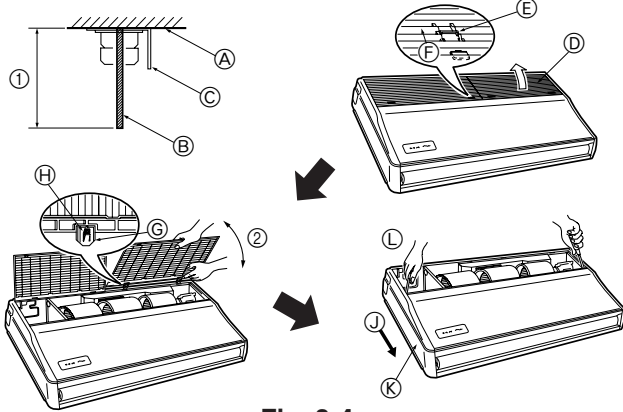

Fig. 3-4
- ① Her birinin ağırlığı 100 kg ilâ 150 kg olan parçalar kullanın.
- ② W3/8"lik veya M10"luk askı civataları kullanın.
3.2.4. İç ünitenin hazırlanması (Fig. 3-4)